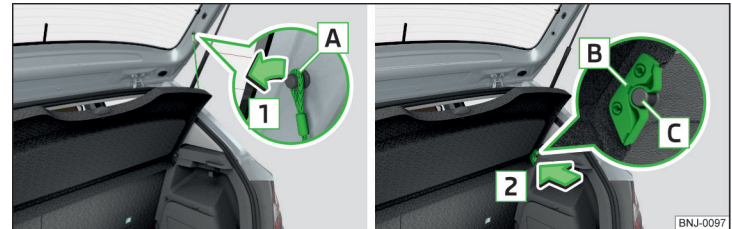

Abb. 91 Gepäckraumabdeckung ausbauen
- Die Haltebänder **A** von der Klappe in Pfeilrichtung **1** aushängen » Abb. 91.
- Die Aufnahmen **B** an der Abdeckung über die Bolzen **C** an der Seitenverkleidung stellen » Abb. 91.
- Die Aufnahmen **B** an der Abdeckung müssen vollständig an den Bolzen **C** an der Seitenverkleidung anliegen » Abb. 91.
Sind die Haltebänder **A** » Abb. 91 an der Gepäckraumklappe eingehängt, dann wird beim Öffnen der Gepäckraumklappe die Gepäckraumabdeckung mit angehoben.
Im vorderen Bereich müssen die Aufnahmen **B** » Abb. 91 auf Seite 89 an der Abdeckung vollständig in den Bolzen an der Seitenverkleidung einrasten. Im hinteren Bereich muss die Abdeckung auf beiden Seiten unter der Verrastung gesichert sein.